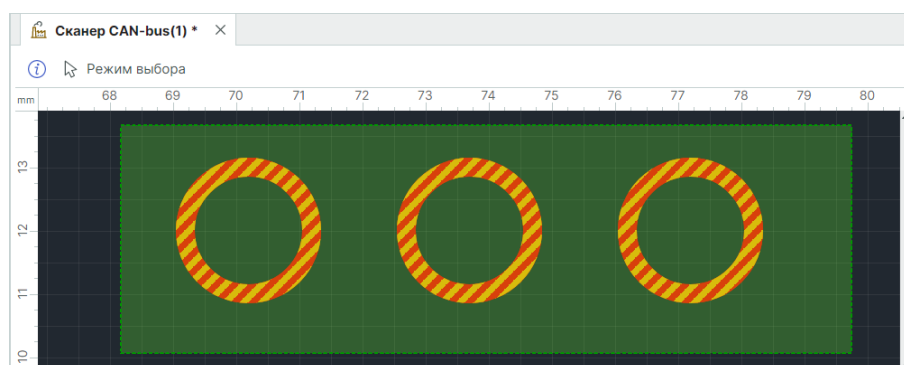

Рис. 339 Групповой выбор объектов областью с помощью инструмента «Выбрать»
- С помощью инструмента «Выбрать», удерживая левую кнопку мыши, расположите прямоугольную область выделения, поместив в нее объекты, которые необходимо выбрать, см. Рис. 339.